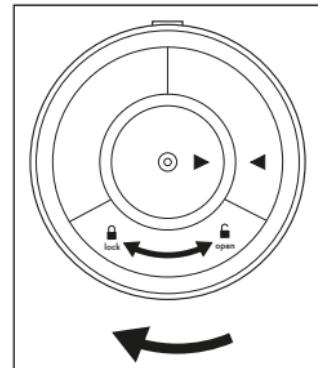

Fig. 2
7. Remettez la fermeture du compartiment à piles 13 en place. Tournez la fermeture du compartiment à piles 13 dans le sens horaire en direction de **lock** jusqu'à ce que les deux repères ► ◀ soient à la même hauteur et que la fermeture du compartiment à piles 13 s'enclenche de manière audible (voir fig. 2).